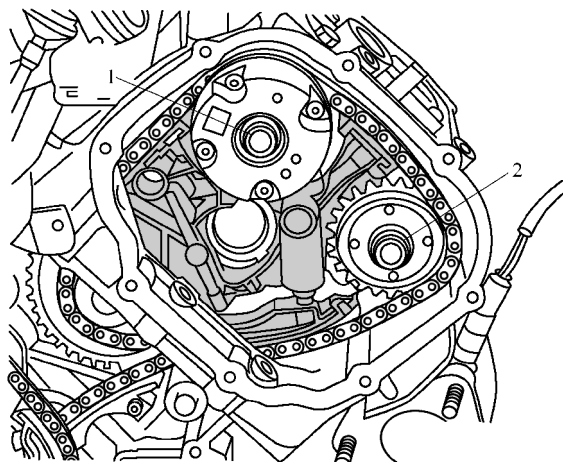

图 1-3-24 将凸轮轴正时链安装在驱动轮、凸轮轴链轮和凸轮轴调节器上并拧入螺栓 1、2—螺栓
6) 如图 1-3-24 所示, 将凸轮轴正时链安装在驱动轮、凸轮轴链轮和凸轮轴调节器上并松松地拧入螺栓 1 和 2。凸轮轴链轮和凸轮轴调节器必须能在凸轮轴上旋转并且不得翻转。